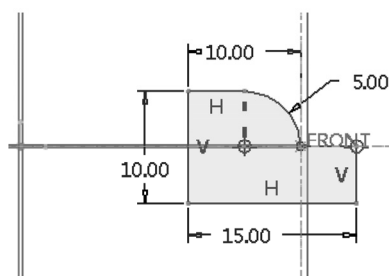

图 4-57 绘制扫描截面
7) 绘制图 4-57 所示的扫描截面, 单击  (确定) 按钮。